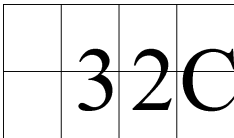

图 6-1 YL-236 实训台模拟自动恒温箱的箱内温度显示位置
培养某微生物需要一种恒温箱，要求箱内温度在 $32 \pm 2^{\circ}\text{C}$ 。我们可以这样来实现：① 即当温度低于 30°C 时，起动电加热管加热（用 YL-236 单片机实训台上的一个继电器线圈得电、常开触点变为闭合来模拟），同时起动微型风机使电热管产生的热在箱内尽量分布均匀（用 YL-236 实训台上的直流电动机起动来模拟），当温度升到 33°C 时，断开电热管、停止风扇电动机。② 用 YL-236 实训台上的 DS18B20 温度传感器检测箱内的温度，并将箱内的温度显示在 LED 点阵屏上，显示的位置如图 6-1 所示（注：一般可用数码管来显示温度）。